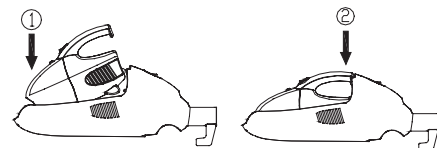

Рис. 2.
1. Установите пылесос в базовый корпус (Рис. 2).